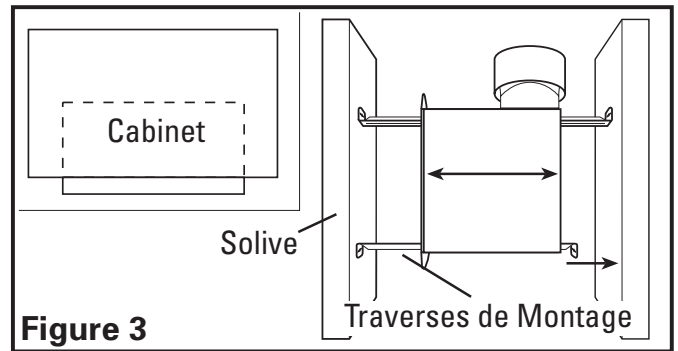
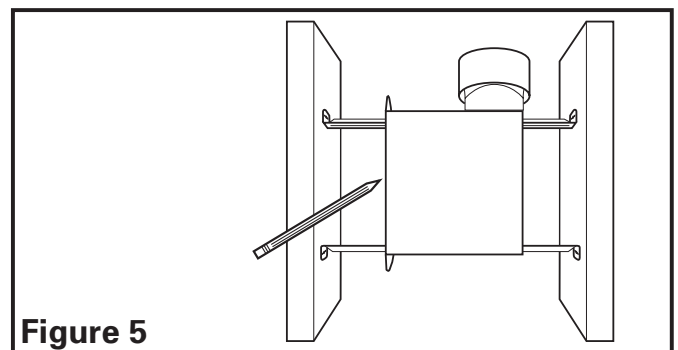

Figure 3
Figure 5
- Installation des Traverses de Montage:** installer les traverses sur le châssis et positionner le châssis près de la solive. En utilisant le guide sur le châssis du ventilateur, aligner le châssis pour qu'il soit à effleurement avec le plafond fini. Fixer les extrémités des traverses avec des clous ou des vis (non-comprisés) aux solives et glisser le châssis à sa position finale (**Figure 3**).
- Installation des Traverses de Montage:** placer le châssis en position entre les solives et tracer un contour sur le matériau du plafond (**Figure 5**). Mettre le châssis de côté et découper l'ouverture, en prenant soin de ne pas couper ou endommager des câbles électriques dissimulés ou autres utilités. Installer les traverses sur le châssis et positionner le châssis dans le trou percé précédemment afin qu'il soit à effleurement avec le plafond fini. Fixer les extrémités des traverses aux solives (**Figure 3**).